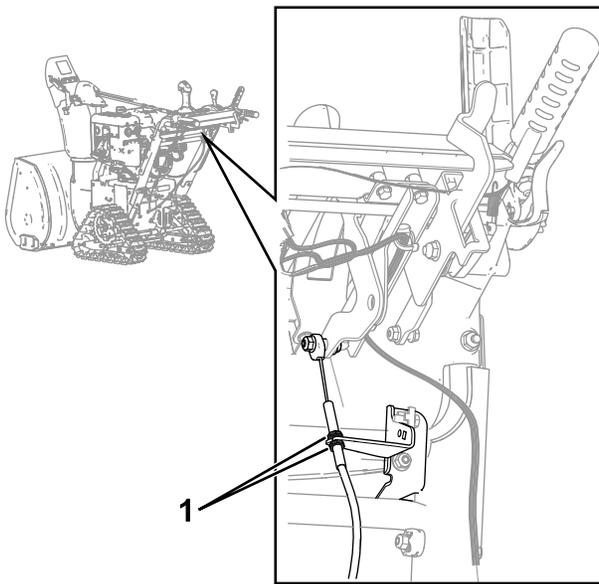

Figura 5
- B. Allentate i 2 dadi sul cavo della velocità che poggia sulla staffa della leva del selettore di velocità, situato sotto il pannello di controllo (Figura 5).